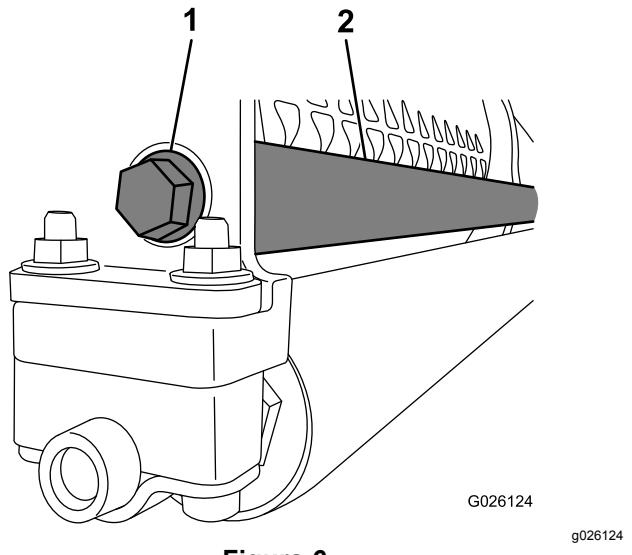

Figura 6
4. Prenda a extremidade rosada da haste dos pesos à estrutura utilizando um parafuso com cabeça flangeada (Figura 6).